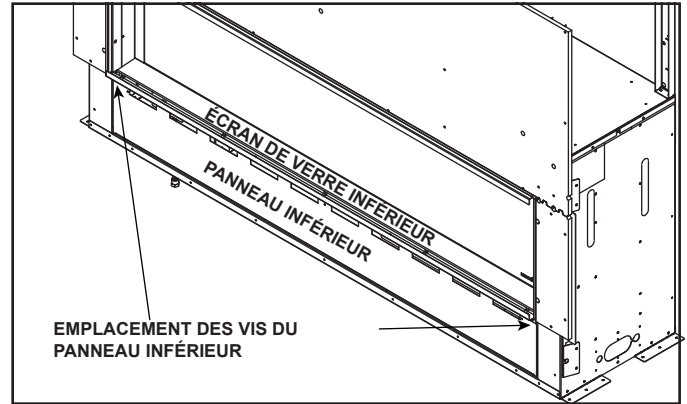

Figure 8.1 Emplacement du panneau inférieur
1. Retirez le panneau du bas en retirant les deux vis. L'emplacement des vis est montré à la figure 8.1. Après avoir retiré les deux vis, soulevez doucement le panneau hors de l'appareil en évitant si possible, le contact avec le panneau incombustible.